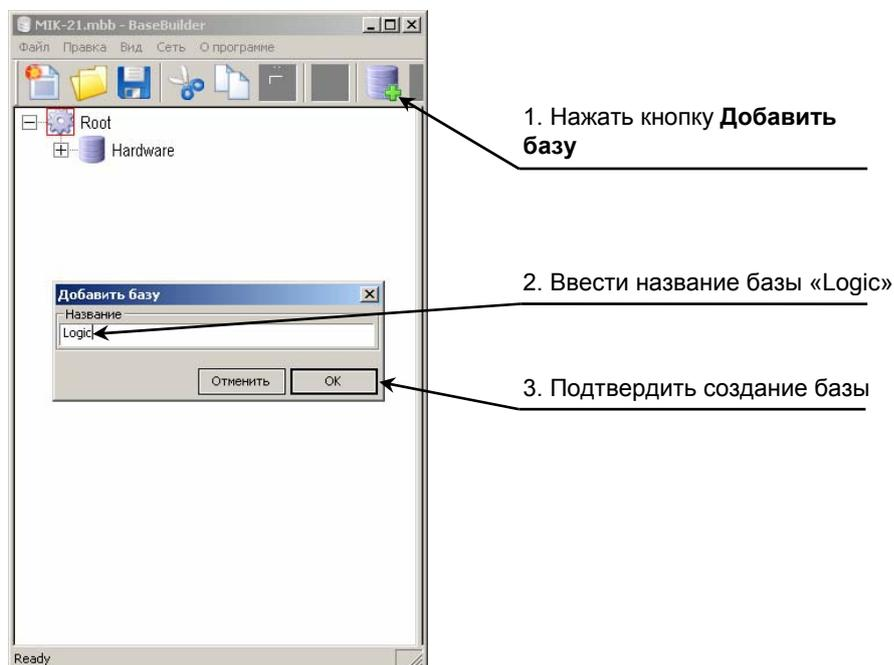

Рисунок 5.10 – Создание базы «Logic»
2. В появившемся окне создать базу с названием «Logic» (рисунок 5.10).